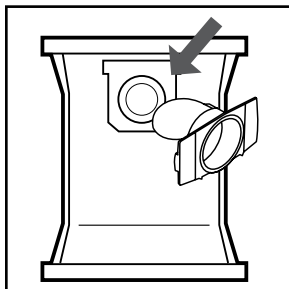

FIGURA 19
27. Posicione el deflector de entrada con la abertura mirando hacia la izquierda o derecha de la bolsa del filtro. Deslice el cuello de la bolsa del filtro sobre el deflector de entrada, haciendo coincidir las muescas del cuello de la bolsa con las lengüetas del deflector de entrada. La bolsa solo quedará bien en un sentido. **(FIGURA 19)**